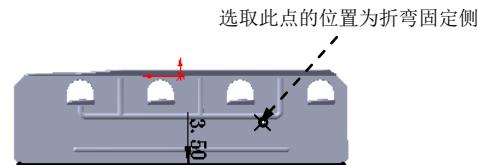

图 13.2.54 绘制的折弯线
② 定义折弯线草图。在草图环境中绘制图 13.2.54 所示的折弯线。
(3) 定义折弯固定侧。在图 13.2.54 所示的位置处单击，确定折弯固定侧。